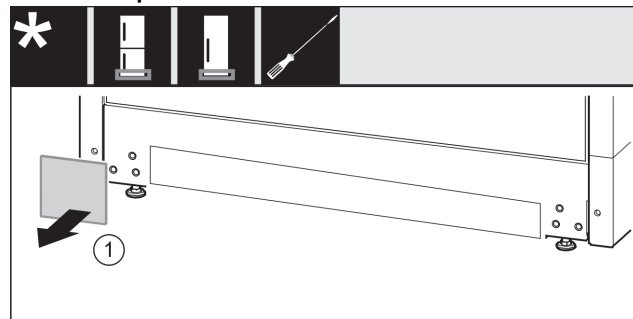

Fig. 17
- ▶ Scoateți capacul Fig. 17 (1).